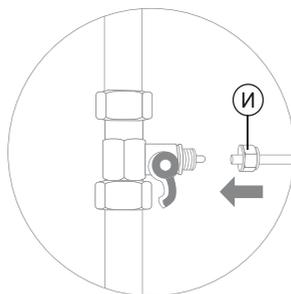
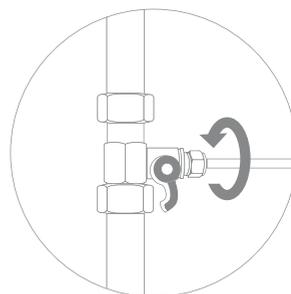

Рис. 15
Рис. 16
2. В гайку (И) вставьте пластиковую трубку, идущую на вход в систему (рис. 15). Конiec трубки наденьте на штуцер адаптера-вентиль до упора и плотно закрутите гайку (рис. 16).